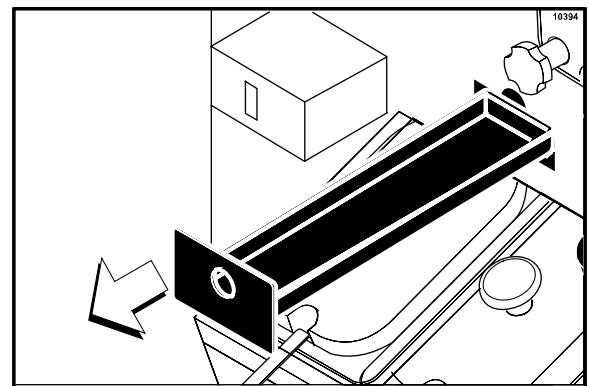

Figure 106
8. Retirer le grand bac ramasse-gouttes du panneau avant. L'amener à l'évier pour le nettoyer (Cf. Figure 106).